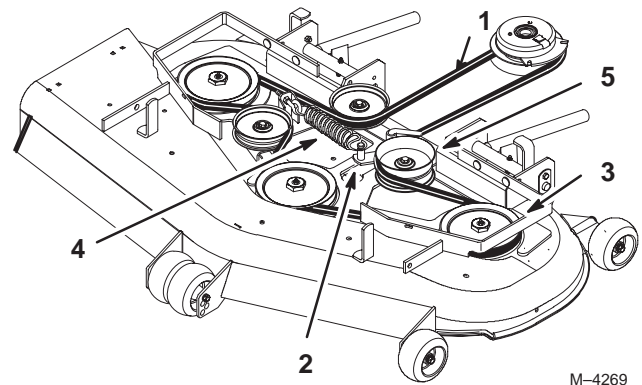

Bild 71
8. Setzen Sie die Spannscheibe wieder ein und führen Sie den Riemen über die anderen Scheiben (Bild 71).
5. Entfernen Sie den Riemen. Drehen Sie zunächst die äußere Scheibe ab (Bild 71).